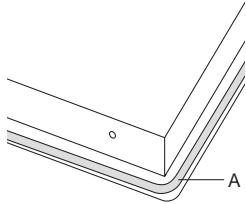

Abb. 13: Dichtungsband
2. Entfernen Sie die Schutzfolie des Dichtungsbandes (A) und kleben Sie das Band soweit wie möglich nach außen auf die Unterseite des Glases (siehe Abb. 13).